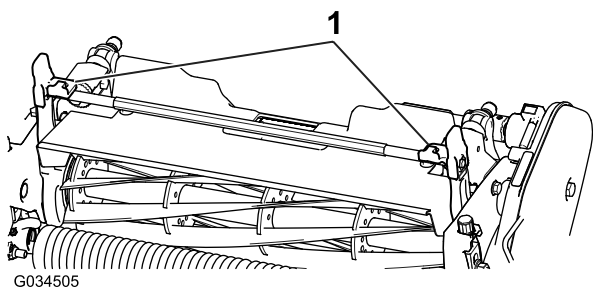
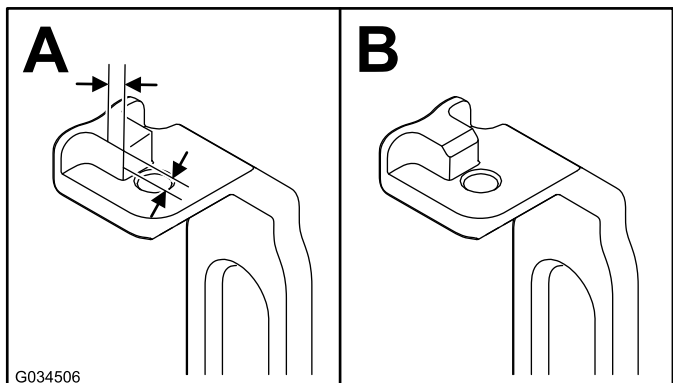

Figura 3
Figura 4
2. En ambos brazos de inclinación (Figura 3), mida 2,28 mm en una de las pestañas y lime la esquina, tal y como se muestra en la Figura 4.